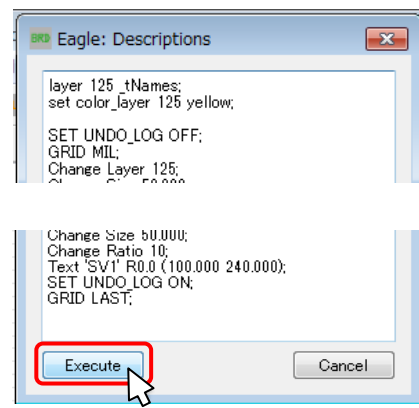

図 46
- ④ Eagle:Descriptions ダイアログの[Execute]をクリックします。図 46